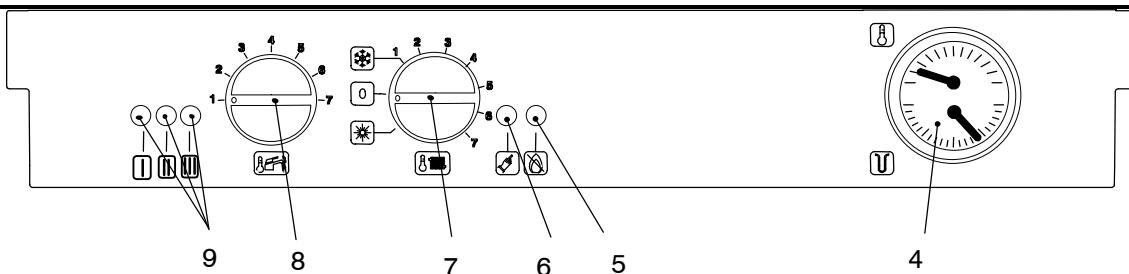

Fig. 1.3
Three lights (9 in Fig. 1.3) give detailed indication regarding the operation of the boiler.
Три лампочки (9 на рис.1.3) дают подробную информацию о работе котла. Нижеследующая таблица дает разъяснение индикации в зависимости от того, в какой последовательности и комбинациях моргают те или иные лампочки
- Turn on the electricity supply to the boiler, switching on the fused spur isolation switch. The appliance operation light 9 (Fig. 1.3) will flash every 4 seconds (stand-by condition).
- Включите электропитание котла. Индикатор котла 9 (рис.1.3.) будет моргать каждые 4 секунды (состояние ожидания)